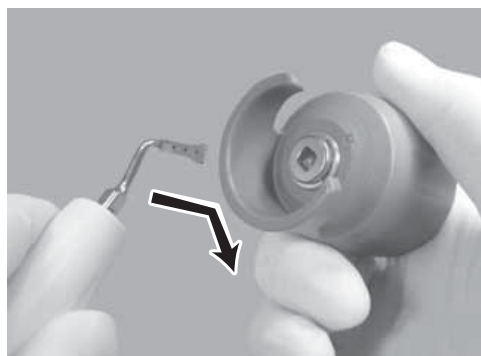

Рис.20
- 2) Затем вставьте конец насадки в отверстие ключа (Рис. 20).